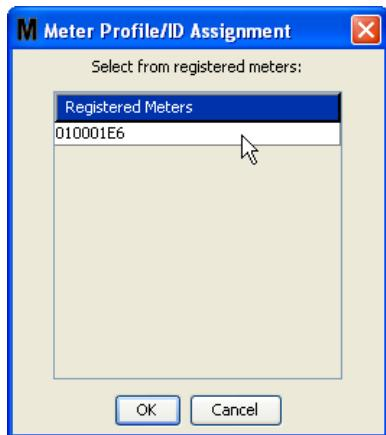

Рис. 88
- Кнопки «LINK» [СВЯЗАТЬ] и «UNLINK» [ОТМЕНИТЬ СВЯЗЬ]. Когда полностью заполните все параметры окна профиля расходомера, нажмите кнопку «Link» [Связать], чтобы отобразить окно «Meter Profile/ID Assignment» [Назначение идентификатора профилю расходомера]. Рис. 88. Из списка зарегистрированных расходомеров выберите требуемый профиль. Нажмите кнопку «OK» [OK], чтобы закрыть окно и сохранить изменения.